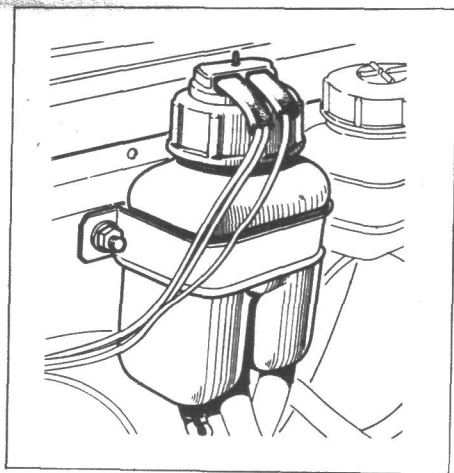

Рис. 55. Бачок гидропривода тормозов
Через каждые 10 000 км пробега проверяйте уровень жидкости в бачке (рис. 55), который при установленной крышке должен доходить до нижней кромки заливной горловины. Доливать следует тормозную жидкость «Роса» или «Томь». Нажатием толкателя на крышке бачка проверьте исправность работы сигнализатора уровня жидкости — при включенном зажигании контрольная лампа должна гореть постоянным светом.
1. Отверните пробку бачка (рис. 55) и долейте тормозную жидкость, доведя ее уровень до нормы.